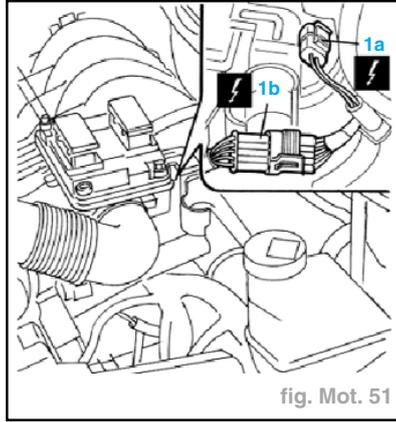

fig. Mot. 51
- Débrancher le connecteur électrique de l'électrovalve de recyclage des vapeurs carburant (1a) et le connecteur d'alimentation des injecteurs (1b) (fig. Mot. 51).